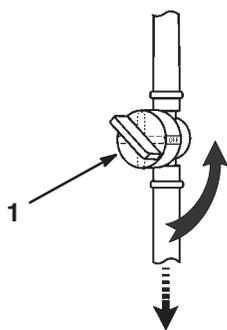

Figure 29
6. Fermez le robinet d'arrivée de carburant (Fig. 29).